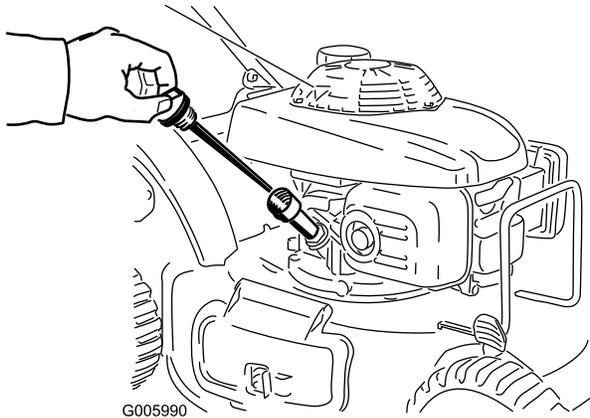

Figura 15
1. Retire la varilla, límpiela con un trapo, vuelva a colocarla en el tubo de llenado, **pero no la enrosque** (Figura 15).
2. Retire la varilla y compruebe el nivel de aceite (Figura 15).
Si no hay aceite sobre la varilla, vierta aceite **lentamente** por el tubo de llenado de aceite, comprobando el nivel con la varilla de vez en cuando, hasta que la varilla indique que el motor está lleno, tal como muestra Figura 15. **No llene demasiado.** (Capacidad máxima: 0.55 l (20 onzas), tipo: SAE 30W, aceite detergente con clasificación de servicio API SH, SJ, SL o superior.)